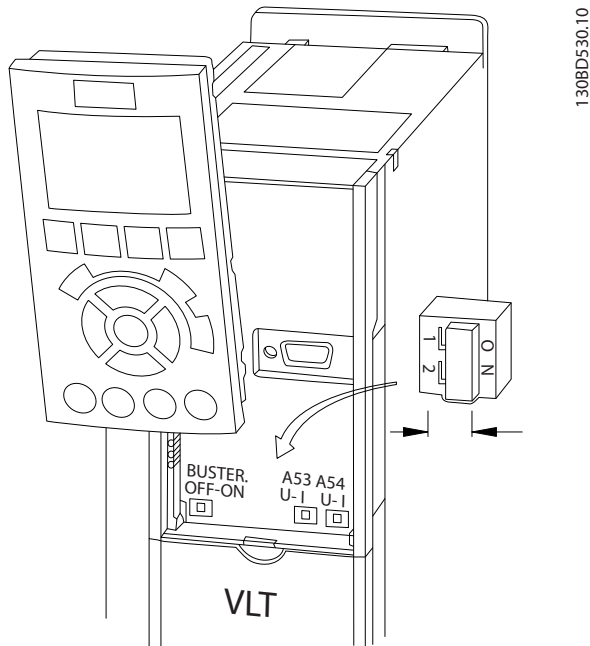

図 4.27 端子 53 と 54 スイッチの位置
1. LCP (ローカル・コントロール・パネル) を外します(図 4.27 を参照)。
- スイッチ（バス終端）が、バス終端抵抗のコントロール・カードに提供されています。を参照図 4.27。